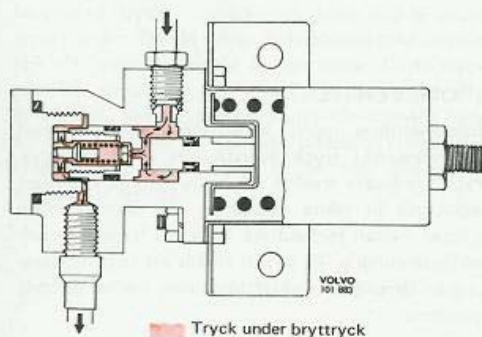

Bild 46. Ansättning
Då bromspedalen släpper sjunker trycket i cylinder (6). Kolven (21) förskjuts åt höger mot fjädern (10). När trycket på höger sida av ventilen (4) sjunkit så mycket att hydrauliska trycket på vänster sida förmår trycka upp ventilen öppnas förbindelsen mellan de båda cylindrarna. Efter hand som trycket sjunker pressar fjädern (10) kolven åt vänster tillbaka till utgångsläget där ventilen mekaniskt hålls i öppet läge, jämför bild 46. Utjämningsventilen (17) är försedd med strypkanaler varigenom jämnare strömningar genom ventilen erhålls.